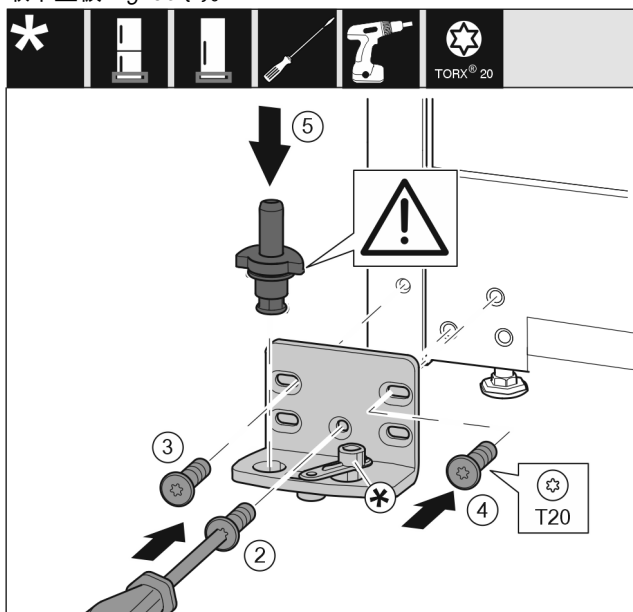

Fig. 37
- ▶ 将托架安装到另一侧，并借助螺丝刀旋紧。用螺钉 Fig. 37 (2) 从底部的中心开始。
- ▶ 拧紧螺钉 Fig. 37 (3) 和螺钉 Fig. 37 (4)。
- ▶ 将轴承螺栓 Fig. 37 (5) 完全装入。同时注意止动凸轮需指向后方。
- ▶ 将托架安装到另一侧，并借助螺丝刀旋紧。用螺钉 (2) 从底部的中心开始。*
- ▶ 拧紧螺钉 (3) 和螺钉 (4)。*
- ▶ 将关门阻尼器连接装置 (5) 旋转 180°。用螺丝刀拧紧托架的另一侧。*
- ▶ 将轴承螺栓 (6) 完全装入。同时注意止动凸轮需指向后方。*